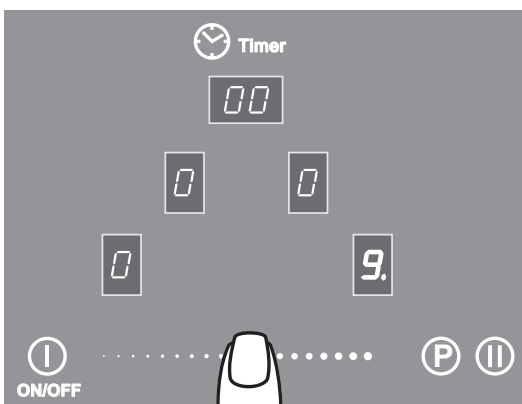

Рис.13
2. Выбор необходимого уровня мощности производится перемещением пальца по специальной поверхности ^④ - «скользящая кнопка» (рис.13). Когда уровень мощности меняется, звучит сигнал, а в окне выбранной конфорки отображается мощность от «0» до «9».